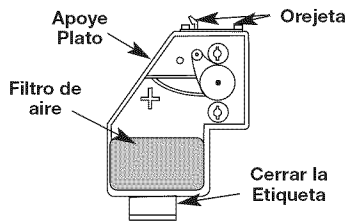

Fig. 28
2. Retire el filtro de aire (Fig. 28).
6. Vuelva a colocar el filtro (Fig. 28).